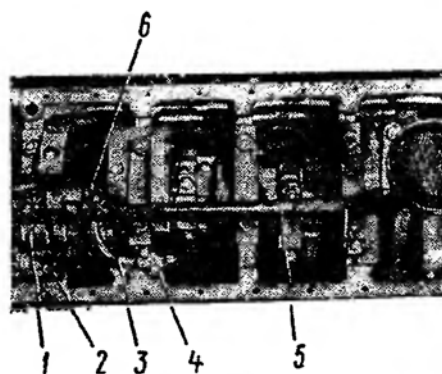

Рис. 15. Снятие масляного насоса:
7. Выверните болты 4 и 6 (рис. 15), снимите всасывающую трубку 5 с трубкой 3 клапана системы смазывания	Ключ 13 мм